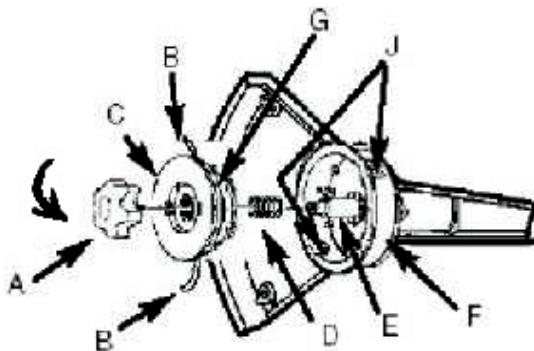

Рис.5
1. Поверните фиксатор (A) против часовой стрелки и снимите его (Рис.5).
2. Снимите бобину (C) и пружину (D) со шпинделя (E).
3. Удалите остатки лески (B).
4. Сложите пополам (около10 м) кусок лески, сечением от 2мм до 2,7мм. Поместите образовавшийся изгиб в одну из прорезей (G) делителя бобины.
6. Зафиксируйте каждый конец лески (B) в прорези (G) на противоположных сторонах бобины пружину (D) на шпиндель (E). Вставьте каждый конец лески через ушко (U) в корпус (F).
7. Опустите бобину (C) в корпус (F), подавая леску через ушки (U). Убедитесь, что пружина (D) села в бобину (C).
8. Когда бобина (C) оказалась на месте, нажмите на нее, сжимая пружину (D). Резко потяните каждый конец лески (B), чтобы освободить ее из прорезей (G).
9. Продолжайте нажимать на бобину, пока фиксатор (A) не будет повернут по часовой стрелке на шпиндель (E). Затяните надежно фиксатор (A), но только усилием руки.